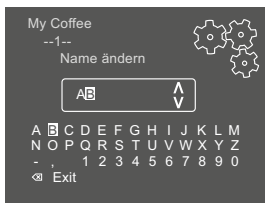

Abb. 18: Name eines Benutzerprofils ändern
5. Wählen Sie mit den "Pfeiltasten" einzelne Zeichen aus, und bestätigen Sie jeweils mit "menu/ok" (siehe Abb. 18).